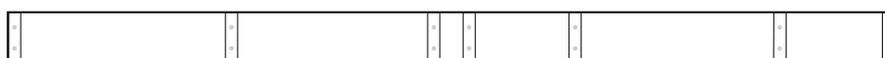

Fig. 22
- Avvitare tutti i componenti mediante viti  4x60 (fig. 22)